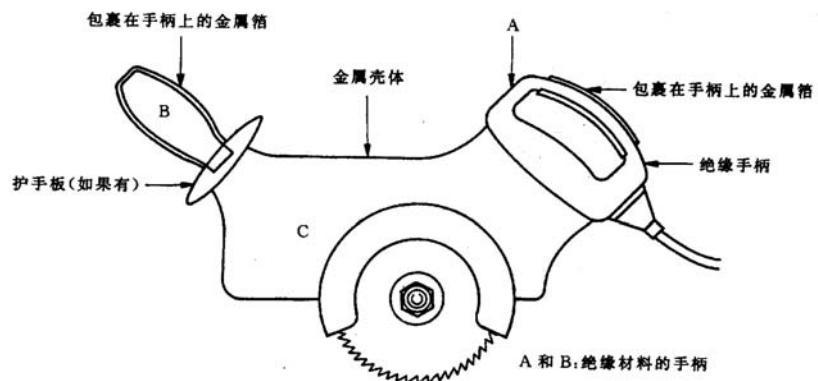

图 11 具有模拟手的手持式电锯
- d) 如果 EUT 有两个绝缘材料手柄 A 和 B 以及一个金属外壳 C，例如一个电锯（见图 11），则手柄 A 和 B 的四周要包上金属箔。而 A 和 B 上的金属箔要和金属外壳 C 连接起来，并接到 RC 元件的 M 端。